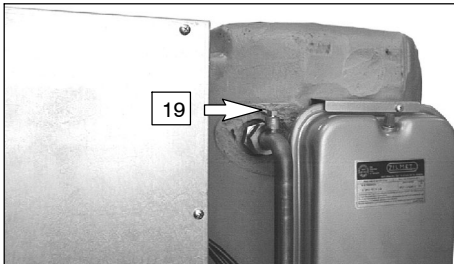

fig. 9.6
- 53 Aflojar la válvula de purga del serpentín acumulador 19 en la fig. 9.6